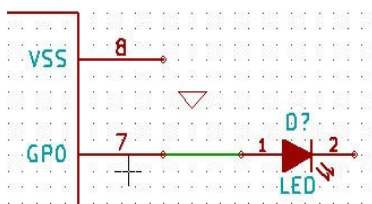

Рисунок 9 Создание проводного соединения
30. Кликните на маленький кружок в конце вывода **7** микроконтроллера и затем кликните на маленький кружок на выводе **2** элемента **LED** (Рисунок 9). Когда вы размещаете связь, можно сделать увеличение.